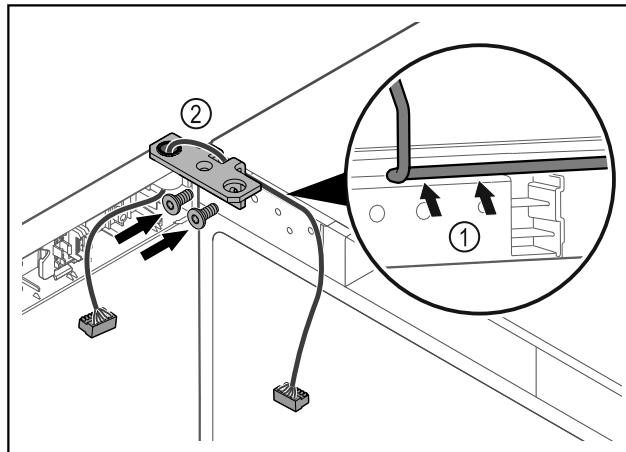

Fig. 41
- ▷ Før kabelen forsiktig gjennom åpningen i hengselvinkelen, og legg den omhyggelig på plass Fig. 41 (1).
- ▷ Skru på hengselvinkelen Fig. 41 (2).